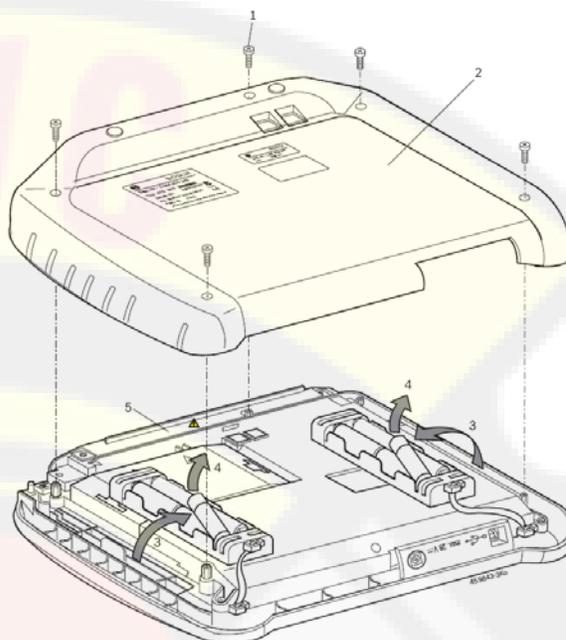

Рис. 4. Замена аккумуляторов.
Если модуль для диагностики блоков управления KTS 340 открыт и удалена крышка (рис. 4, поз. 5) с части для подсветки фона жидкокристаллического дисплея, могут возникать опасные для жизни напряжения.
2. Отвинтите винты 1 (5x; рис. 4, поз. 1) на задней стороне устройства и кожух корпуса (рис. 4, поз. 2).
3. Извлеките отделения для аккумуляторов слева и справа и уложите на металлическом корпусе (рис. 4, поз. 3).
4. Извлеките использованные аккумуляторы (рис. 4, поз. 4).